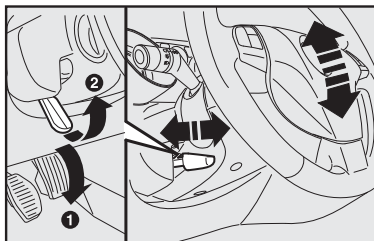

fig. 14
## VOLANTE - fig. 14
- 1) deslocar a alavanca A para a posição 1-fig. 14;